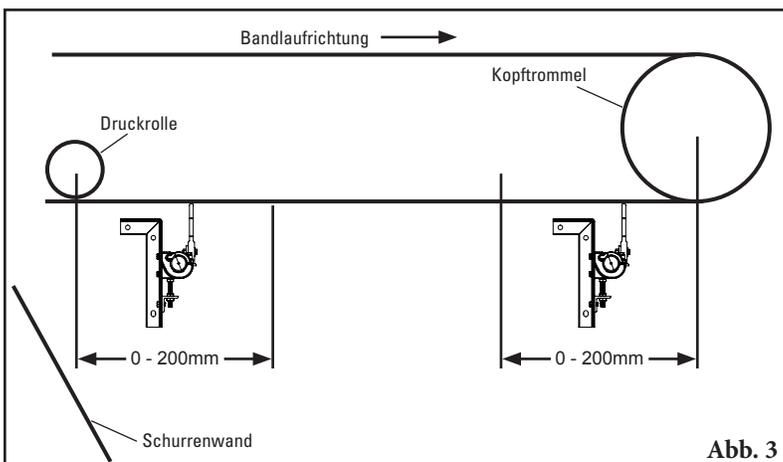

Abb. 3
3. Die Positionierung der Halterungen ist so vorzunehmen, dass der Abstreifer entweder direkt auf der Kopftrommel, 200mm nach der Kopftrommel, oder 200mm vor oder nach einer zusätzlichen Druckrolle sitzt (Abb. 3).